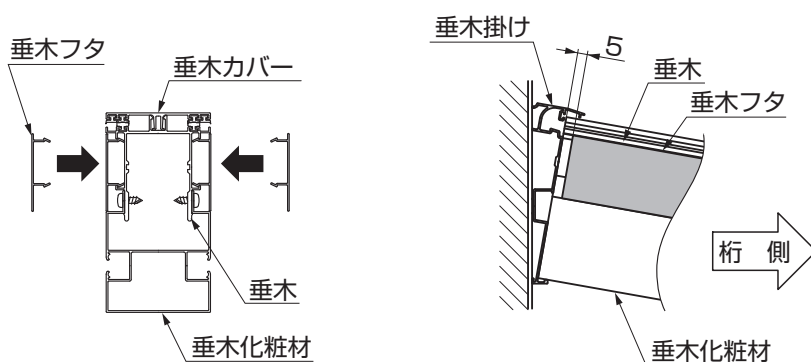

図14-3
- 垂木フタは桁側に寄せて取付けて、垂木掛けと垂木フタを5mm程度のすき間をあけてください。(図14-3参照)